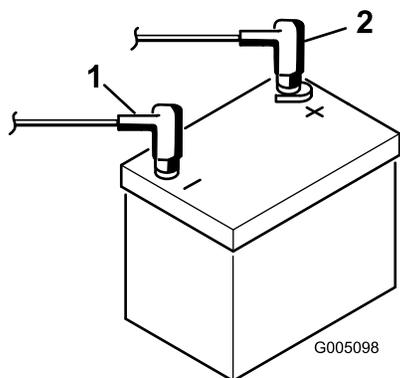

Рисунок 8
- Подсоедините положительный кабель (красный) к положительной клемме (+), а отрицательный кабель (черный) – к отрицательной (–) клемме аккумуляторной батареи и закрепите их болтами и гайками (Рисунок 8). Наденьте на положительную клемму резиновый чехол для предотвращения возможного замыкания на массу.